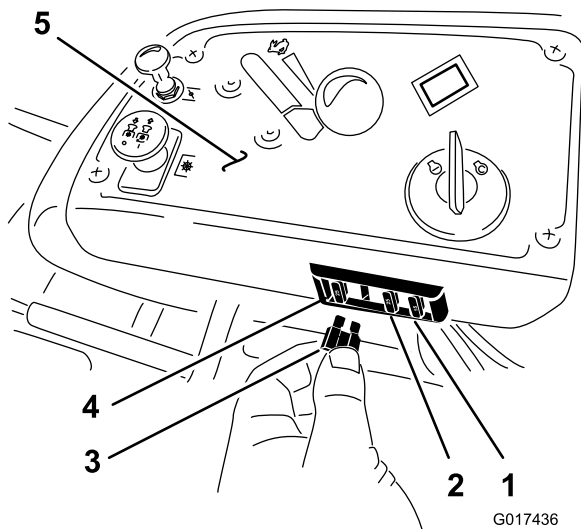

図 50
1. ヒューズは運転席右側のコンソールの中にある図 50。
3. 新しいヒューズを取り付ける図 50。